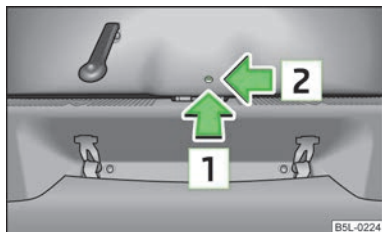

Fig. 17
- > Introduceți în orificiul din capitonaj o șurubelniță sau o altă unealtă asemănătoare, în sensul indicat de săgeată  » fig. 17, până la capăt.